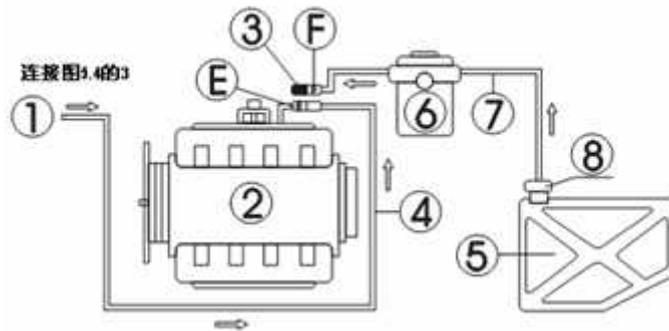

IMAGEN 7 Conexión de mangueras para limpieza en-vehículo
1.- Desconecte la manguera de abastecimiento de gasolina en el vehículo (E,F) (bloquee los conectores mientras desconecta las mangueras). Seleccione el adaptador apropiado para conectar E, y conecte la manguera de salida del equipo. Mantenga la manguera de retorno colgando en el aire, como se observa en la imagen 7.